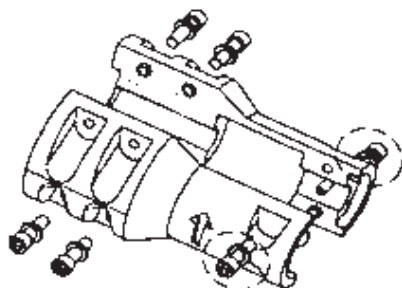

Figure 19 — Vis d'assemblage à 6 pans creux de l'accouplement
6. Enlever les quatre (4) vis à tête hexagonale du fouloir de garniture et les conserver pour le remontage.
11. Fixer le fouloir au logement de garniture avec les quatre (4) vis à tête hexagonale et les serrer au couple approprié.
15. Serrer à peine les deux (2) vis d'assemblage à 6 pans creux, côté pompe de l'accouplement (fig. 19).